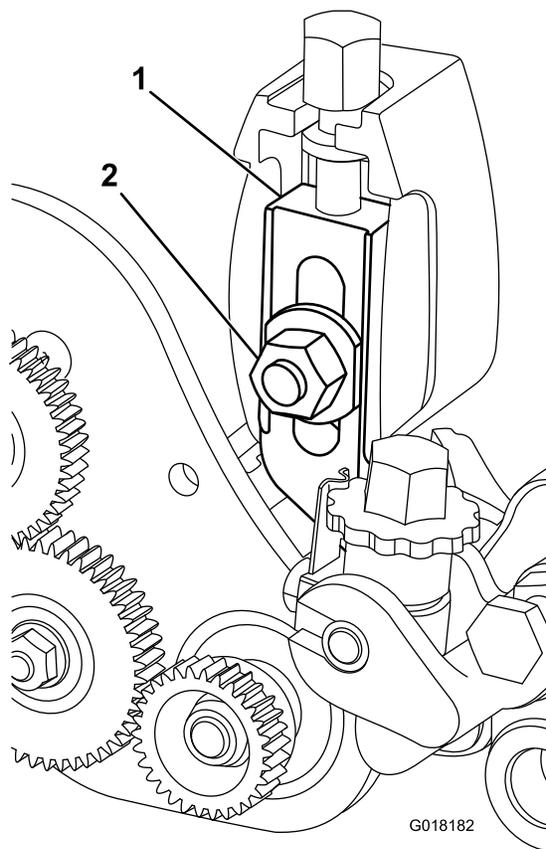

Figura 29
4. Retire o parafuso de cabeça plana, porca e anilha que prendem o conjunto do braço da altura de corte à placa lateral (Figura 29).